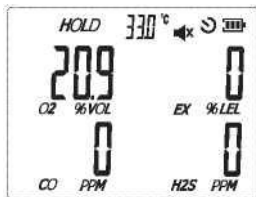
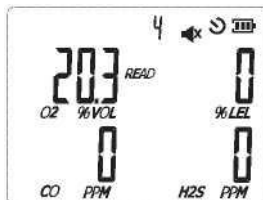

Рис. 4
Рис. 5
3) Кнопка : краткое нажатие – фиксация измерений на экране (рис. 4), долгое нажатие для просмотра сохраненных данных (рис. 5).